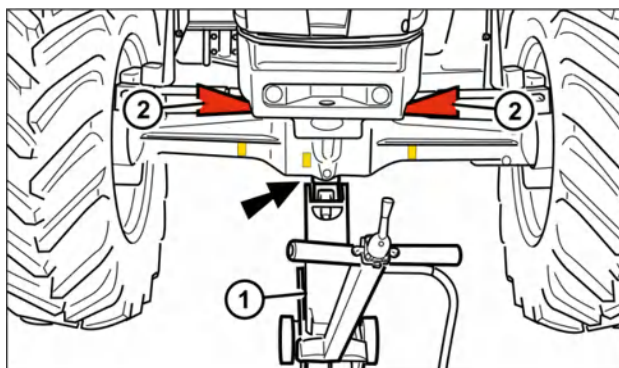
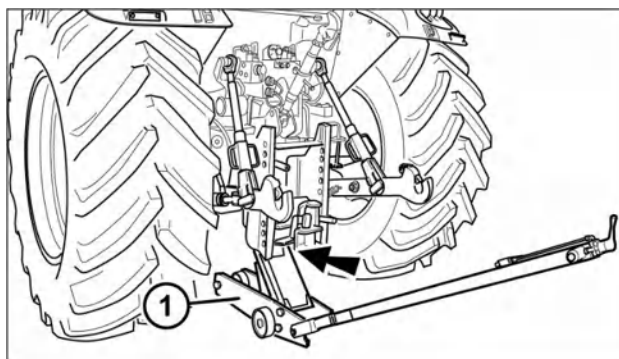

Рис. 2-48
Рис. 2-49
Перед подъемом трактора заблокируйте его раскачивание, установив деревянные клинья на переднюю ось (рис. 2-48): трактор не должен раскачиваться. Клинья (2 — рис. 2-49) должны полностью блокировать поперечное раскачивание трактора.
Используйте домкраты (1) с подходящей грузоподъемностью, установите их по центру передней и задней осей (рис. 2-48 и 2-49), внимательно отслеживая распределение веса. [2.k]